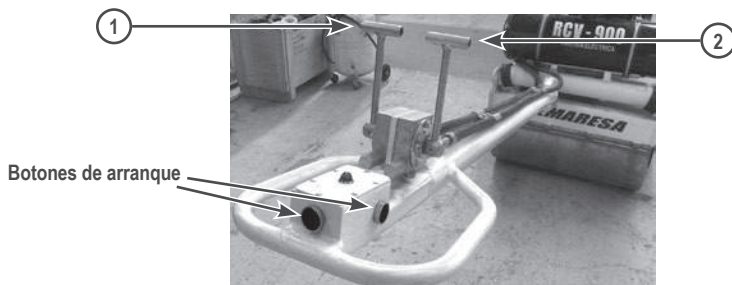

Fig. 3.3.1. Botonera Arranque eléctrico
- Una botonera de arranque (Ver Fig. 3.3.1)
- La palanca 2 debe estar al centro, en posición N neutra (Ver Fig. 3.3.1).